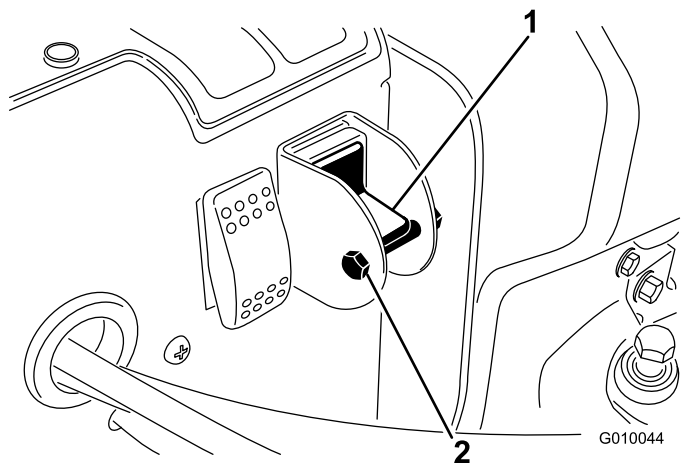

図 29
3. セレクタ・スイッチのロック用ボルトとナットを外す (図 29)。